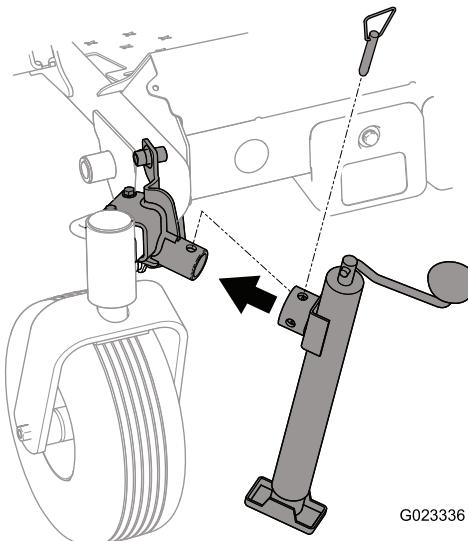

Figure 2
- Insérez le tube du cric sur le tube du support, alignez les trous de montage et fixez le tout avec l'axe de positionnement (Figure 2).